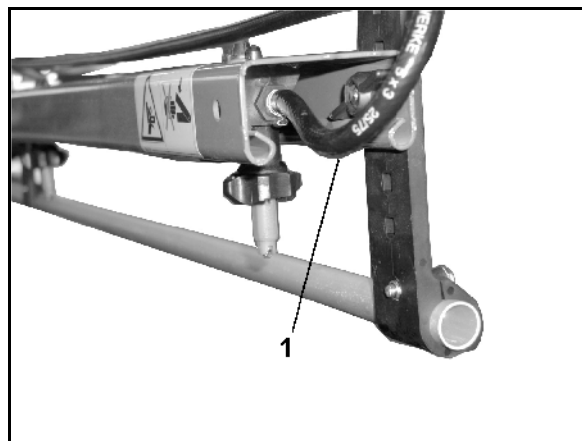

Fig. 105
- permet, lorsque le système de circulation de pression est activé, une circulation permanente du liquide dans la conduite de pulvérisation. Pour ce faire, un flexible de raccord de rinçage (Fig. 105/1) est assigné à chaque tronçon.
- un flexible de raccord de rinçage (Fig. 105/1) par tronçon.